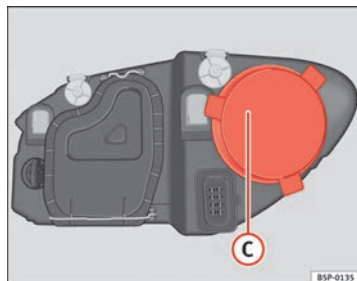

Fig. 185 Abbaglianti
- Rimuovere la copertura ⇒ fig. 185 C tirando dalla stessa.